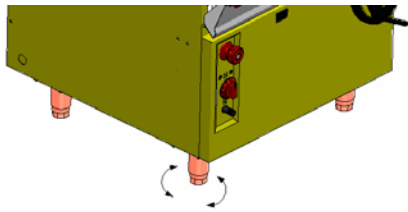

Fig. 1
- *Nivelar y regular la altura del aparato.(Fig. 1)